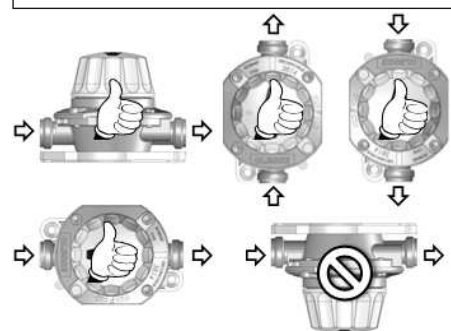

Fig. 6
Il se fixe sur une paroi à l'aide de 2 vis (non fournies) dans les logements (C). Les positions d'installation préconisées sont explicitées sur la Fig.6.